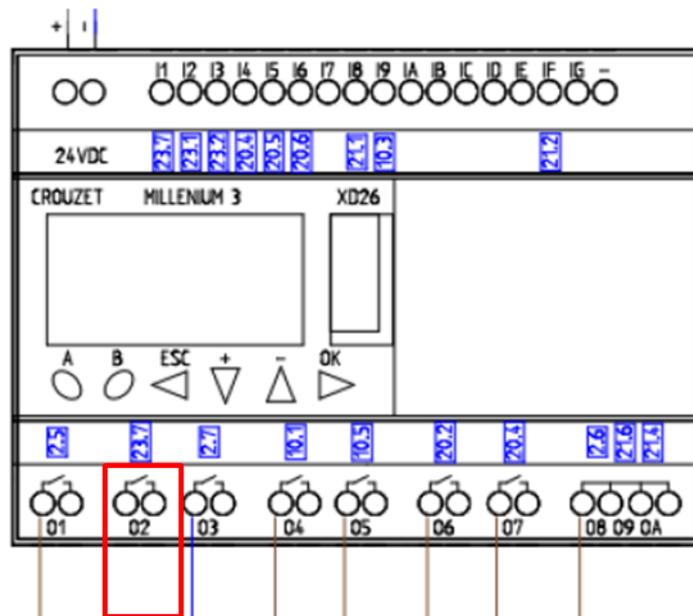

Abbildung 23: Anschluss der Leitung des Alarmausgangs auf Crouzet Controller Output 2
- Siehe hierzu auch Abbildung 23.